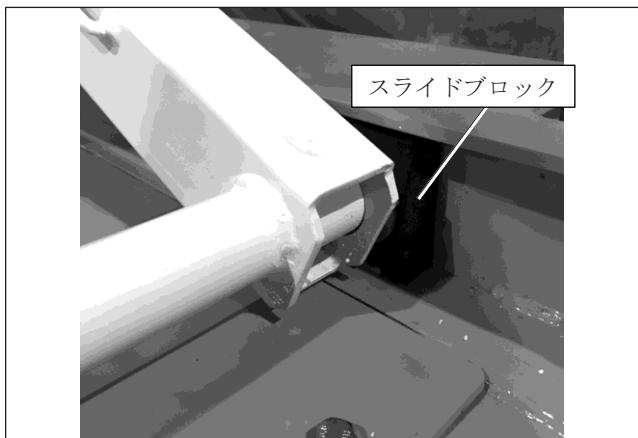

図8.12 - シャーシ前側
1. シザーアームのスライドブロックを目視点検します（図8.12を参照）。引っかかりがなく自由に動かなければなりません。スライドブロックは、シャーシの両側に1つずつあります。